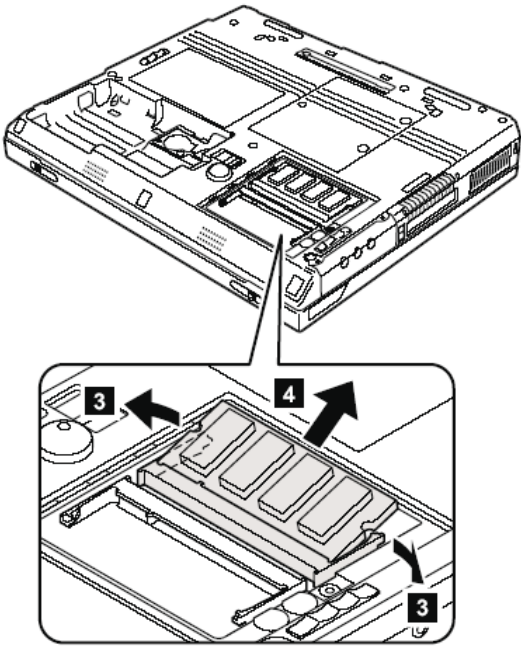

图 6-17 内存拆卸
- 4) 内存会自动弹起来, 然后向外取出内存, 如图 6-17 所示。